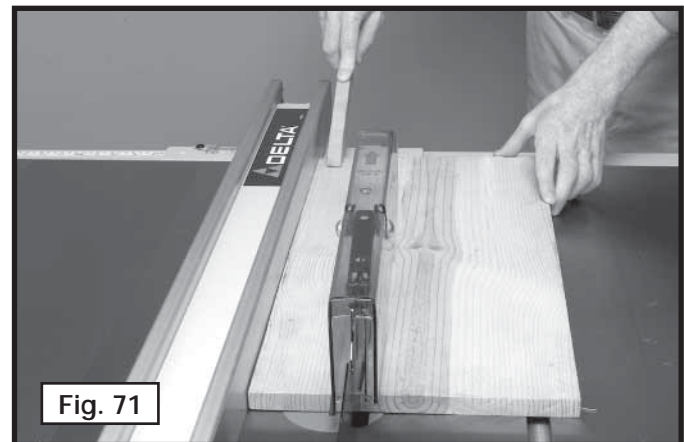

Fig. 71
3. Si vos mains sont à moins de 15,2 cm (6 po) de la lame de la scie en fonction de la taille ou la forme de l'ouvrage, utiliser un poussoir pour terminer la coupe fig. 71 Il est facile de réaliser un poussoir avec des déchets de découpe comme décrit dans la section « FABRICATION D'UN POUSSOIR ».